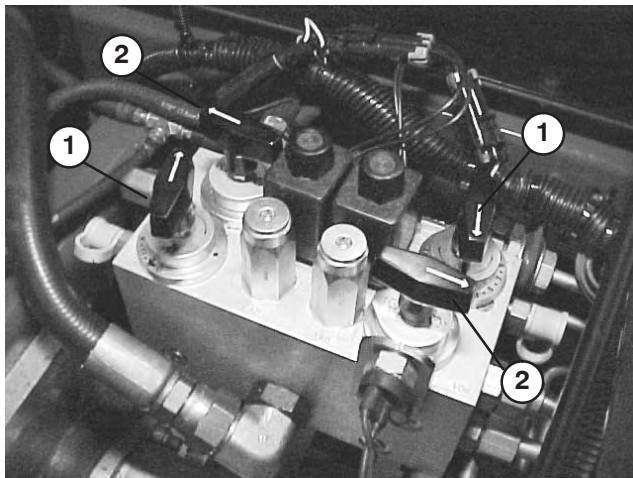

Bild 72
3. Machen Sie die Spindeldrehzahl-Handräder und Läppen-Handräder (Bild 72) ausfindig. Drehen Sie die gewünschten Läppen-Handräder auf LÄPPEN sowie das gewünschte Spindeldrehzahl-Handrad auf 1.